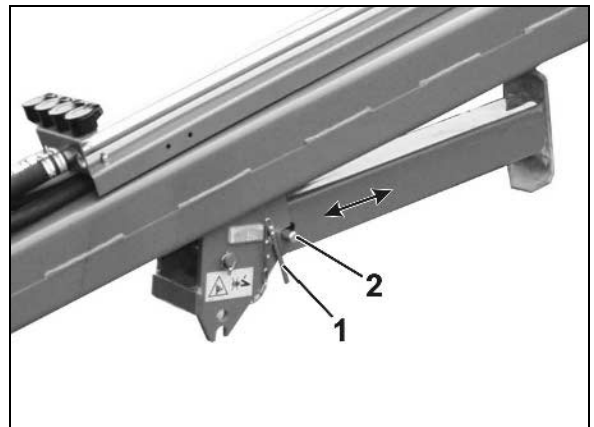

Рис. 46
- Опорная стойка поднимается во время эксплуатации или транспортировки (Рис. 46).
2. Извлеките крепежный палец (Рис. 46/1).
3. Переместите дополнительный фиксатор (Рис. 46/2) и поднимите / опустите опорную стойку.